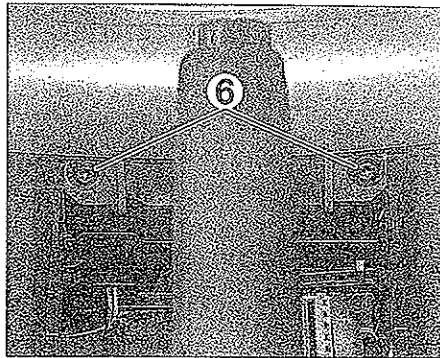

FIG. 42
- los dos tornillos de fijación (6) en la parte trasera de la palanca de velocidades (fig. 42).